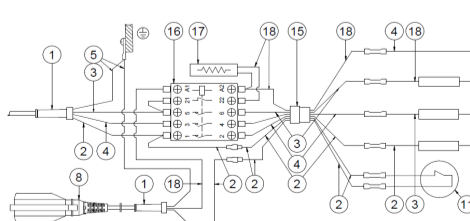

Fig.1
- Vergewissern Sie sich daß die Farben aller Drähte Abb. 1 entsprechen.